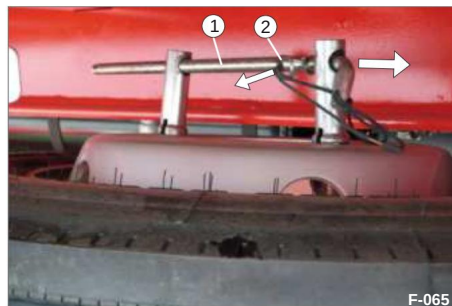

Bild 83 Lossa tvärstaget
• Dra ut fjäderstiftet (bild 83/2).
• Dra ut tvärstaget (bild 83/1) ur båda rörmutterarna.